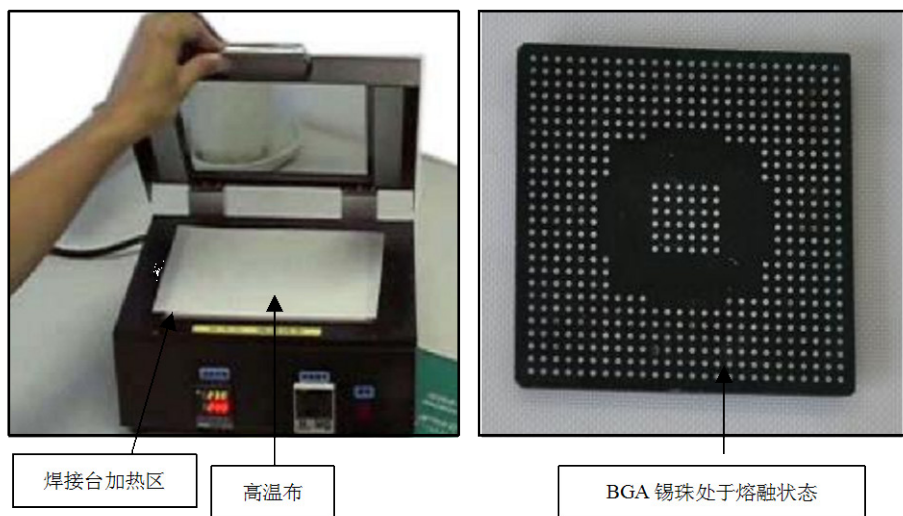

图 11-47 BGA 锡珠焊接
(4) 待 BGA 的锡珠处于熔融状态，且表面光亮，有明显液态感，锡珠排列整齐，此时将 BGA 移至散热台，让其冷却，焊接完成，如图 11-47 所示。